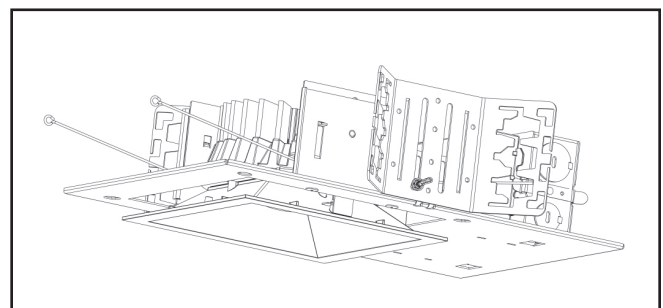

Figura 6
- Instale el motor de la luminaria LED y la unidad de la moldura insertando los muelles de torsión en los receptores del muelle ubicados dentro del alojamiento (Figura 6).
1. Extraiga la unidad de la moldura del alojamiento (Figura 6).